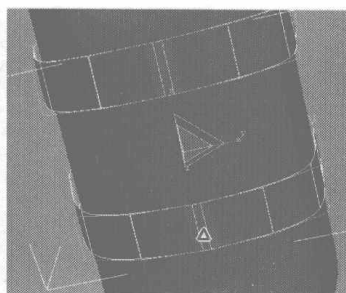
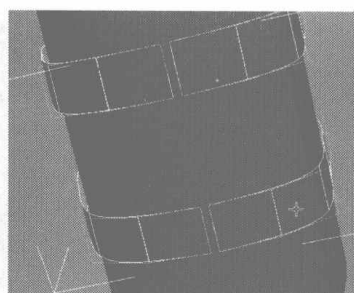
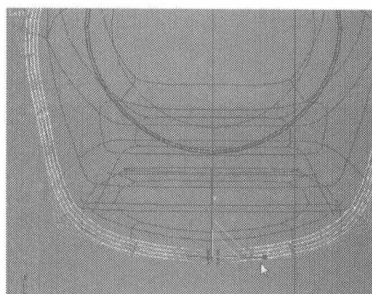
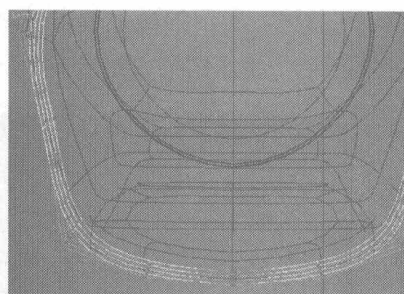

图 2.130
图 2.131
图 2.132
图 2.133
- 07** 选择如图 2.130 所示的面，按 Delete 键删除，结果如图 2.131 所示。选择如图 2.132 所示的点，利用缩放工具调整到如图 2.133 所示的位置。